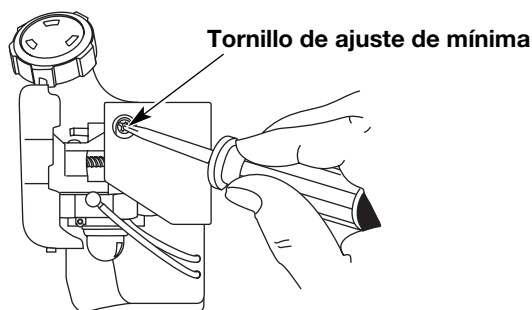

Figure 35
La velocidad lenta del motor puede ser ajustada por la cubierta del silenciador / filtro de aire (Fig. 35).
2. Suelte el gatillo del regulador y deje que el motor funcione en marcha en vacío. Si el motor se para, inserte un pequeño destornillador Phillips o de vástago plano en el orificio de la cubierta del silenciador / filtro de aire (Fig. 35). Gire el tornillo de marcha en vacío en **sentido horario**, de a 1/8 de vuelta por vez (según sea necesario) hasta que el motor funciona marcha en vacío.